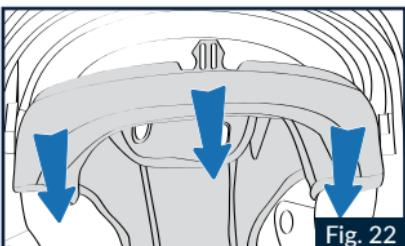

Fig. 22
Polsterung nach oben ziehen, um die entsprechende Lasche der Polsterung aus der an der Polystyrol-Innenschale befestigten Halterung herauszuziehen (Abb. 22). Nachfolgend den Vorgang mit der vorderen mittleren und mit der rechten Lasche wiederholen.
- 4.2 Die mittlere vordere Lasche der Polsterung in die entsprechende Aufnahme auf der an der Innenschale aus Polystyrol befestigten Halterung einziehen und nach unten drücken, bis sie vollständig befestigt ist (Abb. 22).